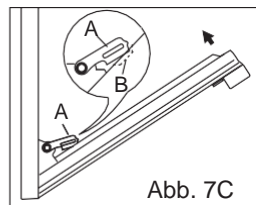

Abb. 7C
- 3) schließen Sie die Tür langsam bis zu den Haken „A“ und **achten Sie dabei, dass diese in die Schlitze „B“ der Tür einrasten, siehe Abb. 7C.**